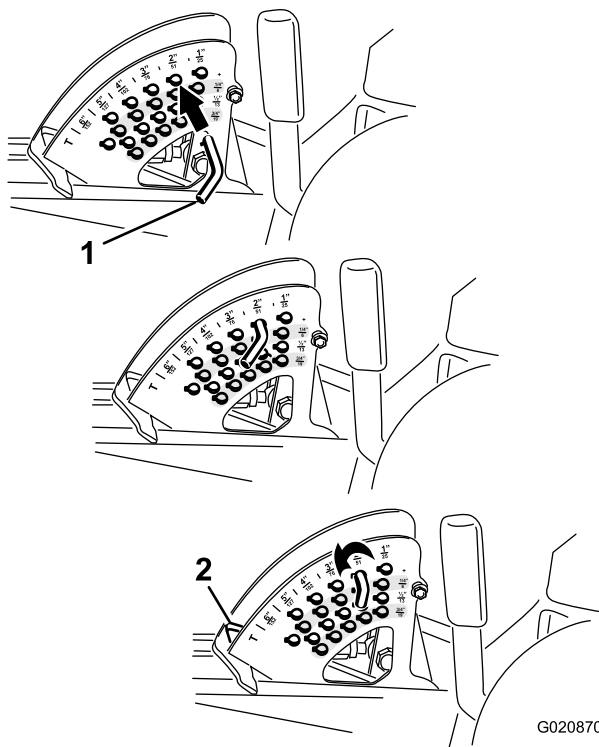

Figura 27
2. Girate la spina di arresto fin quando la spina interna non è allineata con gli intagli previsti nei fori della staffa dell'altezza di taglio, e toglietela (Figura 27).
3. Nella staffa dell'altezza di taglio scegliete un foro corrispondente all'altezza di taglio richiesta, inserite la spina e bloccatela per mantenere questa posizione (Figura 27).
Nota: Vi sono 4 file di fori di posizionamento (Figura 27). La fila superiore fornisce l'altezza di taglio elencata sopra la spina. La seconda fila fornisce l'altezza elencata più 6 mm. La terza fila fornisce l'altezza elencata più 13 mm. La fila inferiore fornisce l'altezza elencata più 19 mm. La posizione di 15,8 cm ha un solo foro, situato nella seconda fila, che non aggiunge 6 mm alla posizione.